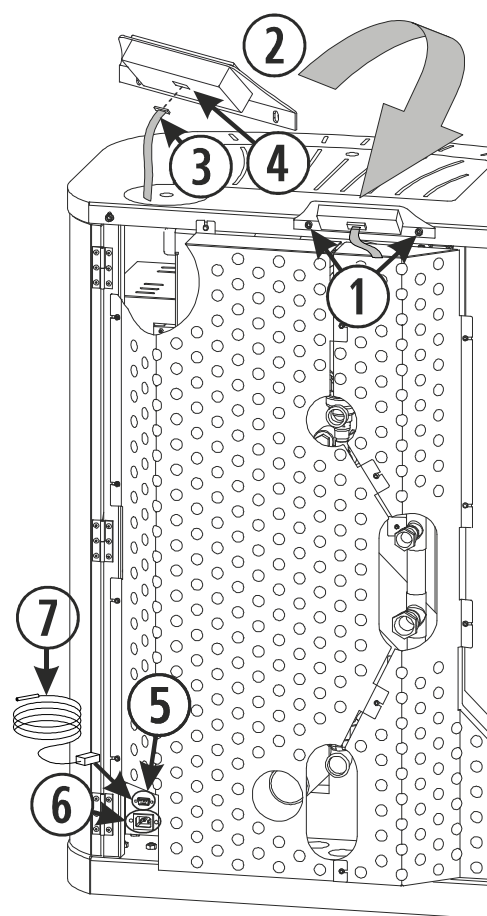

Figura 9
Debemos ajustar los tornillos que fijan el soporte a la caldera (①), tal y como se indica en la figura 9 (Aveiro), conectar la cinta plana de conexión del teclado (③), que está situada en la parte trasera sujeta con una cinta adhesiva y conectarla en la parte trasera del teclado (④), sólo tiene una posición de conexionado.